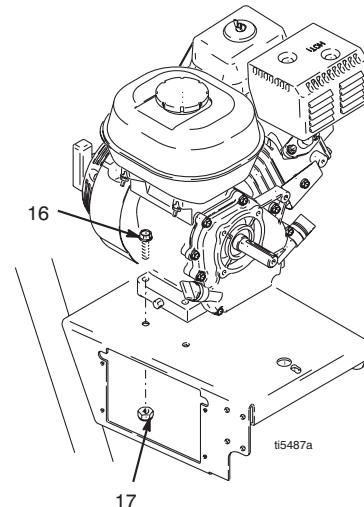

FIG. 13
- FIG. 13. Fjern to låsemuttere (17) og skruer (16) fra motorens bunn.
- FIG. 13. Sett to skruer (16) i bunnen av motoren og fest dem med låsemuttere (17). Trekk til med et moment på 26 ft-lb (22,6 N·m).
1. Fig. 13.Ta ut to skruer (71) og sving dekslet (130a) ned.